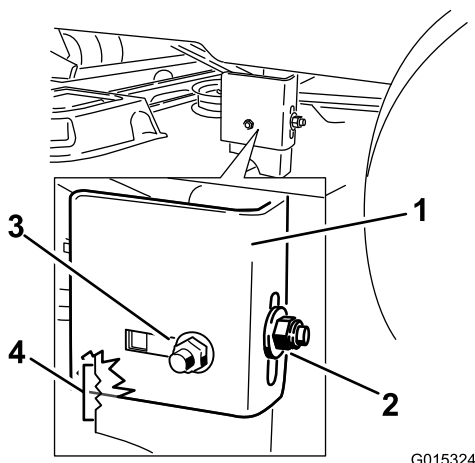
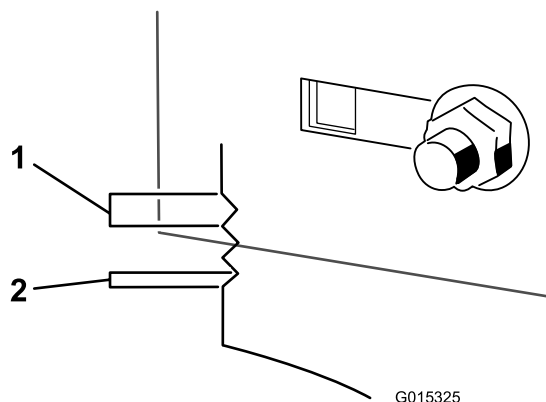

Figure 54
Figure 55
9. Desserrez l'écrou de blocage arrière sur le support (Figure 54).
10. Desserrez l'écrou de blocage latéral sur le support jusqu'à ce qu'il soit possible d'ajuster le support (Figure 54). Utilisez les crans du support soudé pour mesurer le réglage requis. La surface de chaque cran équivaut à 6 mm, tandis qu'un côté équivaut à 3 mm (Figure 55). Réglez le plateau de coupe à la hauteur voulue.
11. Arrêtez le plateau de coupe et vérifiez sa hauteur, puis serrez l'écrou de blocage latéral sur le support pour fixer cette nouvelle position (Figure 54). Serrez l'écrou de blocage arrière sur le support.